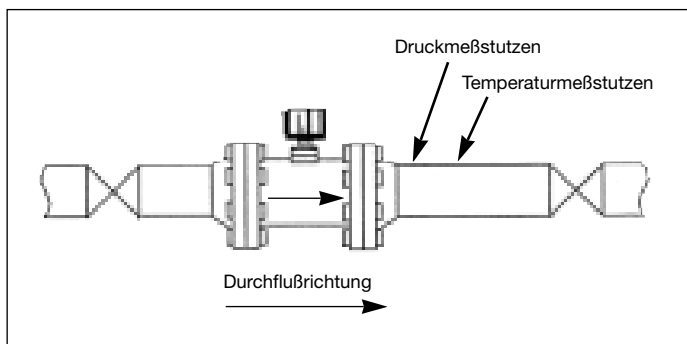

Abbildung 5. Meßstellen für Druck- und Temperaturentnahme
**Druckentnahmestutzen** – Bei (evtl. erforderlicher) Dichtekorrektur der Durchflußmessung muß der Entnahmestutzen 3 1/2 bis 4 1/2 Rohrdurchmesser in der Auslaufstrecke hinter dem VFM 3100 liegen. Siehe dazu Abbildung 5.
**Temperaturentnahmestutzen** – Bei (evtl. erforderlichen) Temperaturentnahmen muß der Entnahmestutzen 5 bis 6 Rohrdurchmesser in der Auslaufstrecke hinter dem VFM 3100 liegen. Um Störungen des Durchflusses zu vermeiden, empfiehlt sich die kleinstmögliche Sonde. Siehe dazu Abbildung 5.